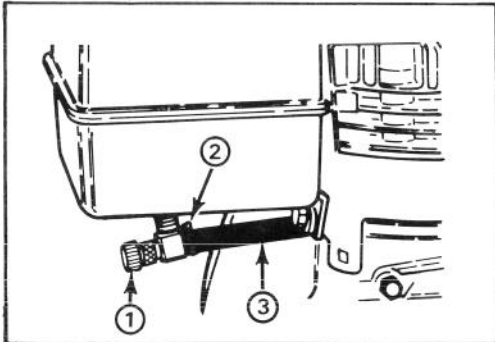

Abbildung 21
1. Den sich unter dem Motor befindenden Absperrhahn schließen (Abb. 21).
3. Die Schlauchklemmen lösen und die Kraftstoffleitung vom Hahn entfernen (Abb. 21).